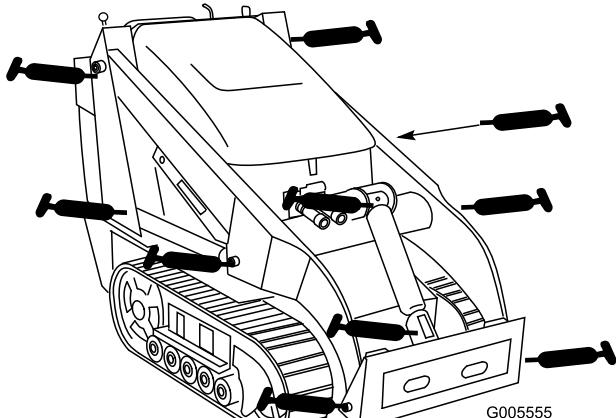
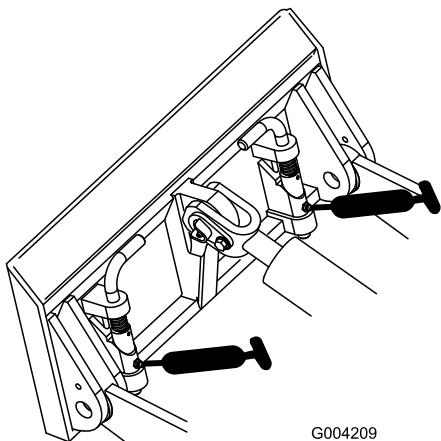

Bild 28
Bild 29
- Setzen Sie die Fettpresse nacheinander an allen Nippeln an (Bild 28 und Bild 29).